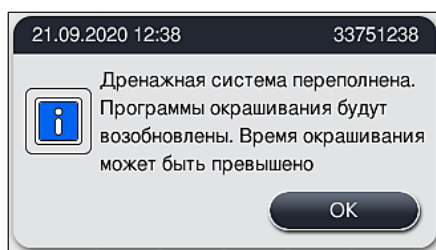

Рис. 121
- ✓ После устранения засорения на экране появляется другое сообщение (→ "Рис. 121") с указанием на то, что процесс окрашивания может быть продолжен. Нажмите **OK** (→ "Рис. 121") для продолжения.
1. Если новые попытки очистки оказались успешными и засорение было устранено, уровень воды падает ниже критической отметки. На экране появляется сообщение (→ "Рис. 121"), информирующее пользователя о том, что программы окрашивания могут быть продолжены. Нажмите **ОК** (→ "Рис. 121") для продолжения. Возможность запуска программ отображается на экране, и программы в рамках технологического процесса автоматически продолжают.